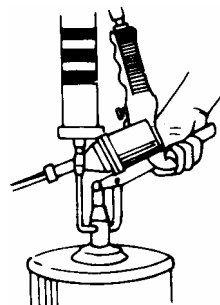

Abb. 2
2. Füllschlauch der Fettpumpe am Füllnippel (Pos. 0110) der Fettpresse anschließen (siehe Abb. 2) und die Fettpresse füllen.